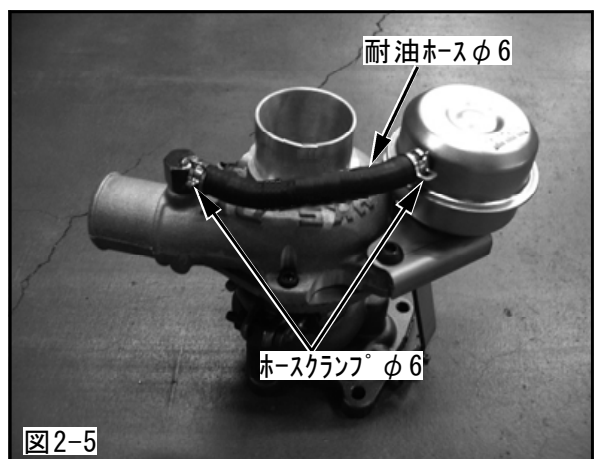

図2-5
- (4) 耐油ホースφ6を適当な長さに切取り、ホースクランプφ6を使用して、ターボチャージャAssyに取付けてください。(図2-5)